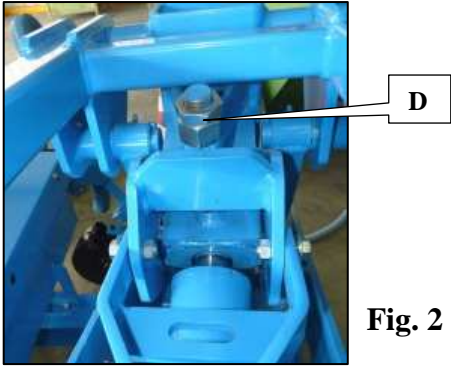

Fig. 2
- Régler la butée basse du rayonneur (D, fig.2) de façon que le bras principal soit à 720mm du sol (fig. 1).